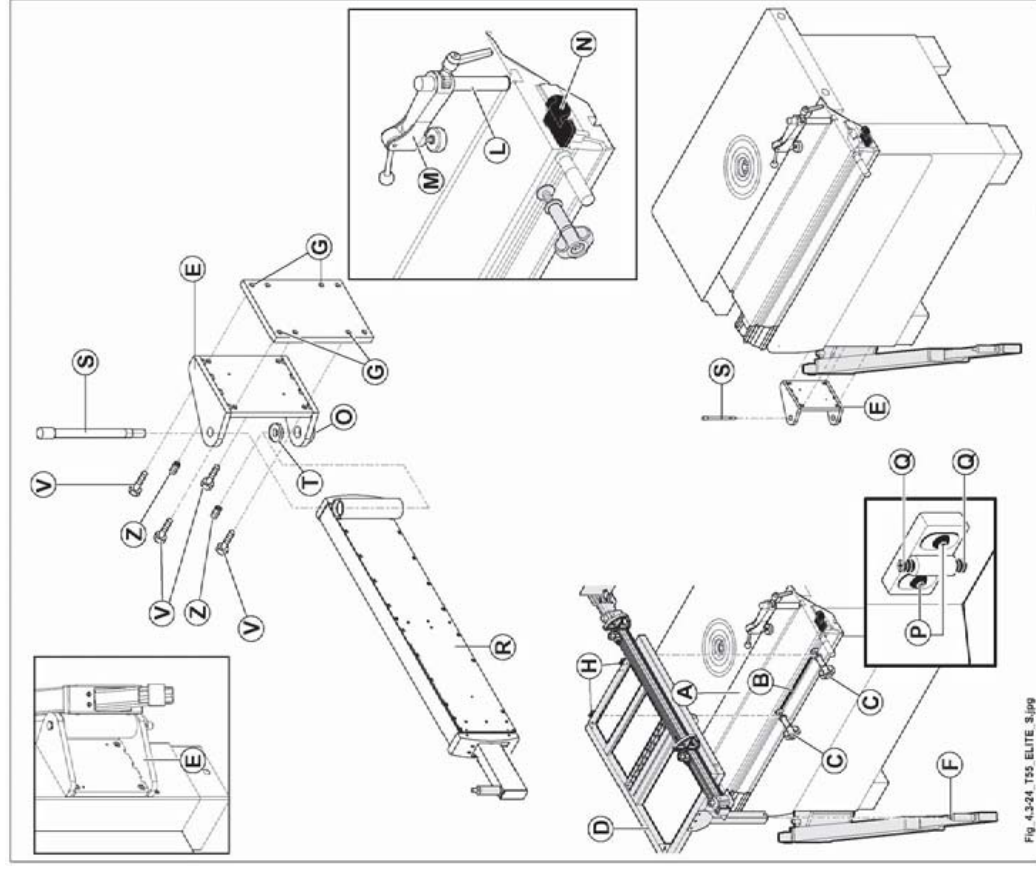
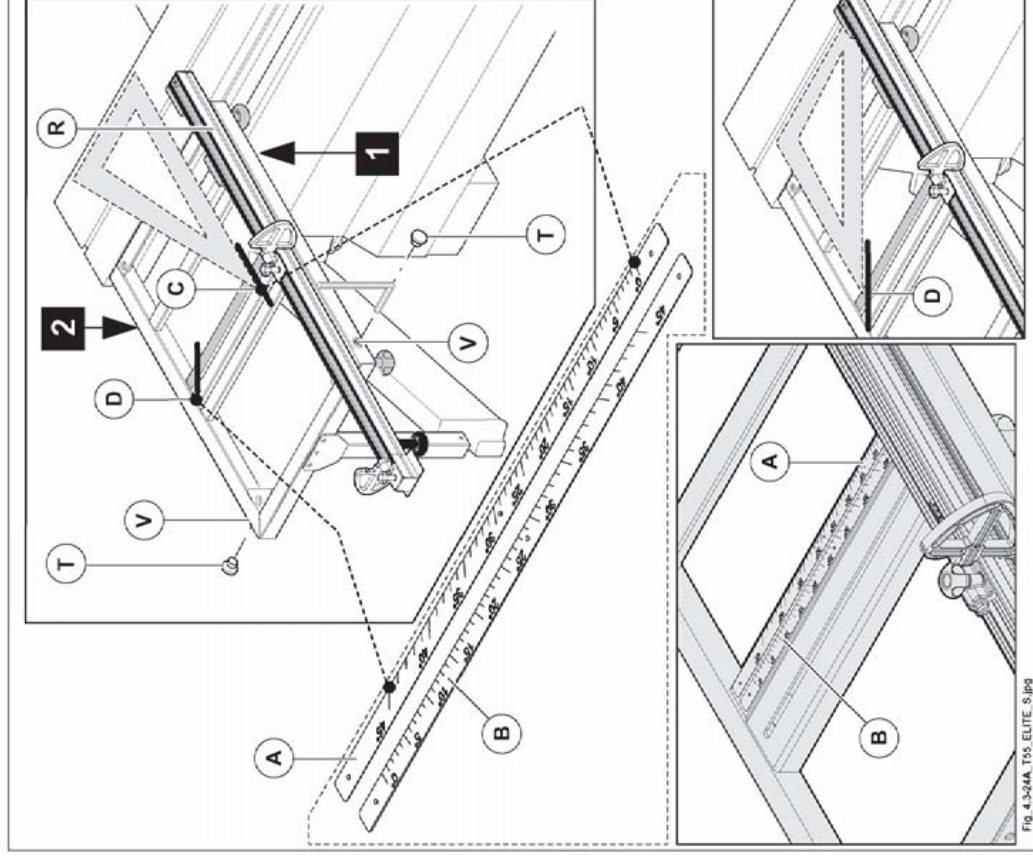

Abb. 4.3-24
Abb. 4.3-24A
- Montieren Sie die Schwenkauflage (E, Abb. 4.3-24) am Maschinenbett; verwenden Sie zur Befestigung die Bohrungen (G, Abb. 4.3-24).
- Ziehen Sie die Schrauben (V, Abb. 4.3-24) fest und fixieren Sie die Position der Halterung (E, Abb. 4.3-24) mit den Dübeln (Z, Abb. 4.3-24) am Maschinenbett.
- Montieren Sie die Schwenkauflage (R, Abb. 4.3-24) an der Halterung (E, Abb. 4.3-24) und am Abstandstück (T, Abb. 4.3-24) und setzen Sie den Drehstift (S, Abb. 4.3-24) ein.
- Drehen Sie die Madenschrauben (O, Abb. 4.3-24), um eine Grundeinstellung der Schwenkauflage (R, Abb. 4.3-24) zu erhalten.
- Montieren Sie danach den Stützrahmen (D, Abb. 4.3-24), wie in der oben aufgeführten Abfolge (1 - 5) beschrieben ist.
- Madenschrauben (O, Abb. 4.3-24) den Stift (D, Abb. 4.3-24) eingesteckt werden muss, betätigen Sie mithilfe der Nivellieren Sie gegebenenfalls den Tisch (D, Abb. 4.3-24) mit der Schraube (F, Abb. 4.3-24).
- Lockern Sie die Drehknöpfe (C Abb. 4.3-24);
- lockern Sie die Schrauben (P Abb. 4.3-24) und betätigen Sie die Madenschrauben (Q Abb. 4.3-24), um die Höhe einzustellen.
- Wenn die Tätigkeit abgeschlossen ist, ziehen Sie die Schrauben (P Abb. 4.3-24) fest und Die Knäufe (C Abb. 4.3-24) anziehen.
Montieren Sie am Ende die Skalschilder (A und B, Abb. 4.3-24), wie in der Folge beschrieben ist.
- Installieren Sie das Auflagelineal (R, Abb. 4.3-24A) für rechtwinklige Schnitte (0°) an der Seite "1" des Stützrahmens (siehe Abs. Abb. 4.3-242).
- Wenn sich das Teleskoplineal nicht ordnungsgemäß auf 90° positioniert, nehmen Sie den Verschluss (T, Abb. 4.3-24A) ab und drehen Sie die Einstellschraube (V, Abb. 4.3-24A), bis das Teleskoplineal korrekt auf 90° steht.
- Markieren Sie (z.B. mit einem Bleistift) die Position des Lineals (C, Abb. 4.3-24A).
- Positionieren Sie das Auflagelineal (R, Abb. 4.3-24A) für den Gehrungsschnitt (45°) ebenfalls auf der Seite "1" des Stützrahmens (siehe Abs. Abb. 4.3-24.2).
- Markieren Sie (z.B. mit einem Bleistift) die Position des Lineals (D, Abb. 4.3-24A).
- Nehmen Sie dann das Klebeschild (A, Abb. 4.3-24A), platzieren Sie es wie in der Abbildung gezeigt am Rahmen, richten Sie seine Markierungen für 0° und 45° an den beiden Positionen (C und D, Abb. 4.3-24A) aus, die sie vorher am Rahmen markiert haben, und befestigen Sie es dann daran.
Nachdem Sie das Auflagelineal an der Seite "2" des Stützrahmens platziert haben, wiederholen Sie die oben aufgeführten Tätigkeiten, um das Skalschild (B, Abb. 4.3-24A) zu montieren.